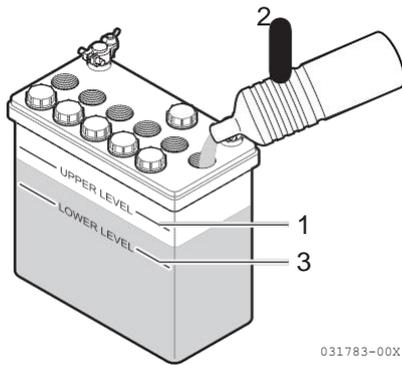

Figure 1
- Quand la quantité de fluide s'approche de la limite basse (**Figure 1, (3)**), remplissez d'eau distillée (**Figure 1, (2)**) pour atteindre la limite haute (**Figure 1, (1)**). Continuer l'utilisation avec trop peu de liquide de batterie réduira la durée de vie de celle-ci. Elle risque de surchauffer et d'exploser. Pendant l'été, vérifiez le niveau de fluide plus souvent qu'il n'est spécifié.